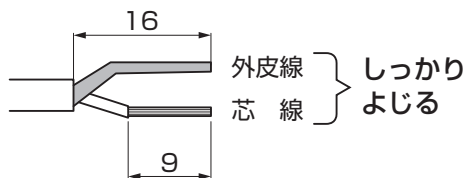

図4-10 シールド線先端処理
①柱 (戸当り用) 側から引込んだシールド線を柱 (端部用) 側から引込んだシールド線と同じ長さで切断してください。
②切断したシールド線先端を剥いて処理をしてください。(図4-10参照)